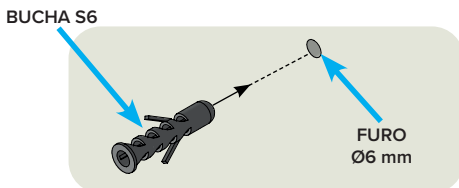

Figura 22 – Instalação das buchas S6
**5. INSTALAR** as duas Buchas S6 nos furos da parede (Figura 22);